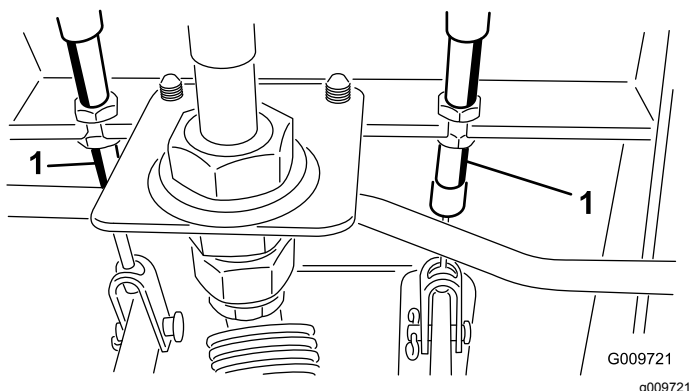

Figura 77
- A. Afloje la tuerca delantera del extremo roscado del cable de freno (Figura 77).